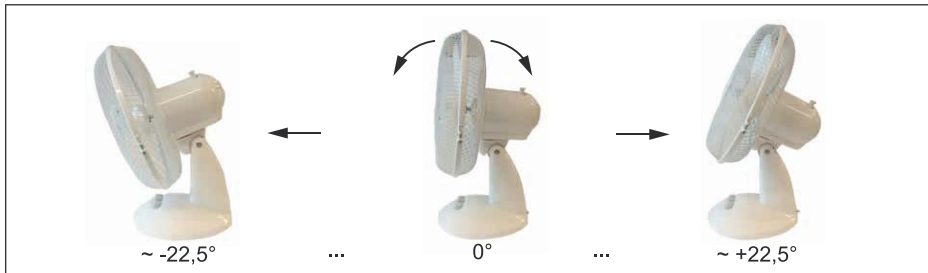

Fig.91: Ustawienie kąta nachylenia
4. Ustawić wentylator w wybranym miejscu, z którego ma być nadmuchiwane powietrze. Patrz rys. 91.